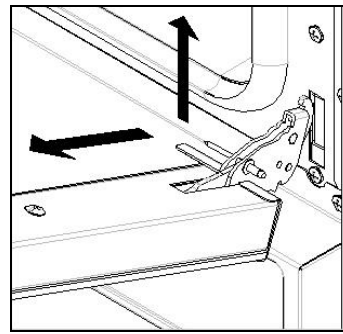

Abb. 4
- die Tür etwas heben und herausziehen (Abb. 4);